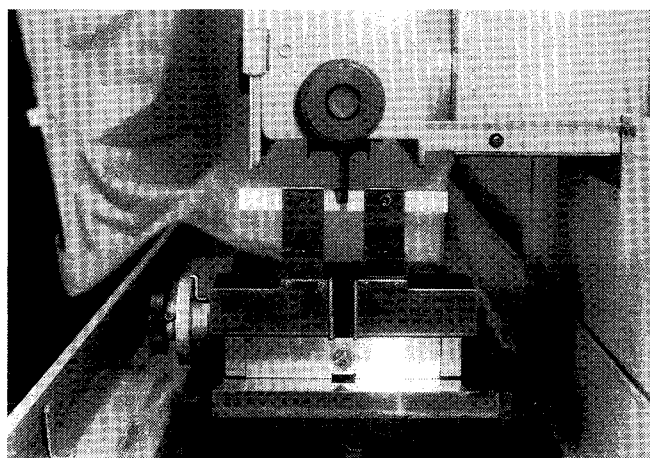

図2-10
- ・両側面ドレッサ装置にスティック砥石を保持させ、装置を電磁チャック上に取り付け、図2-10のように砥石を狭むようにする。